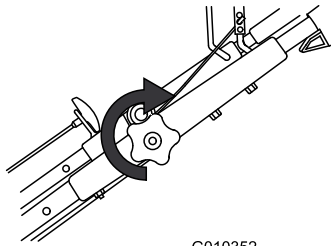

Figura 17
3. Serrate la manopola della sezione superiore della stegola avvitantola a fondo (Figura 17).